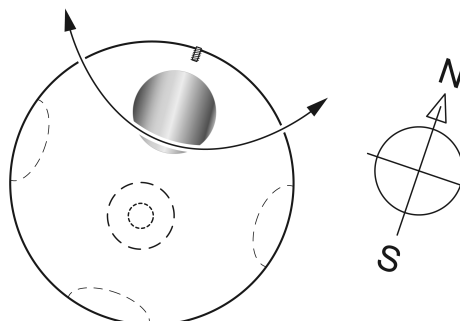

рисунок 9: Регулировка метеостанции
- Сориентировать головку датчика в направлении неба или, в зависимости от условий на месте, выровнять ее в направлении фасада (рисунок 9).